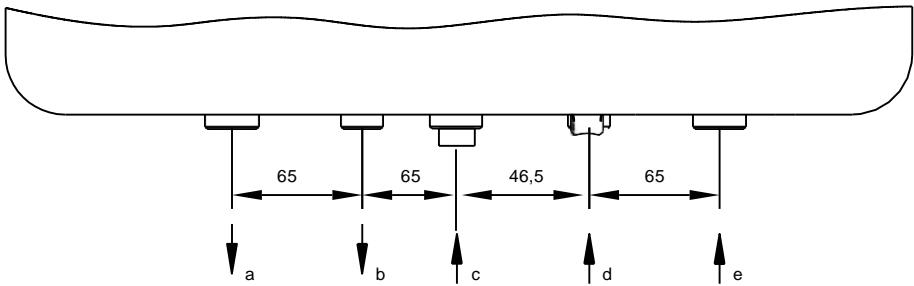

Рис. 18
- Трубы для подачи газа и воды и соединительные муфты монтируются между прикреплённым к стенке монтажным кронштейном и котлом, как показано на рисунке (Рис. 18).